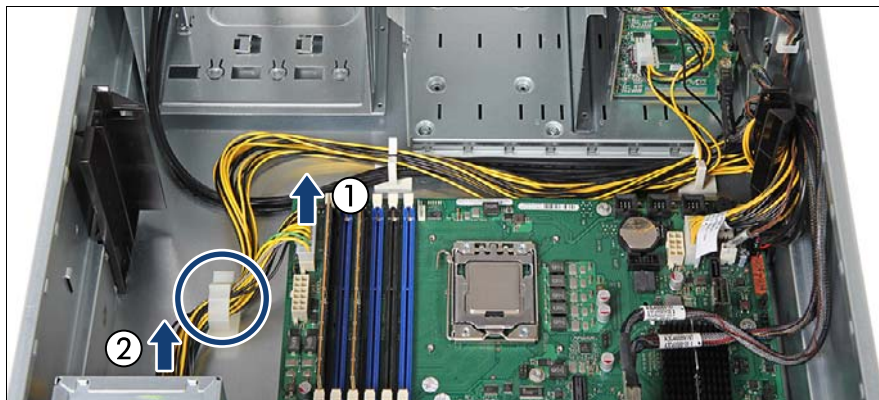
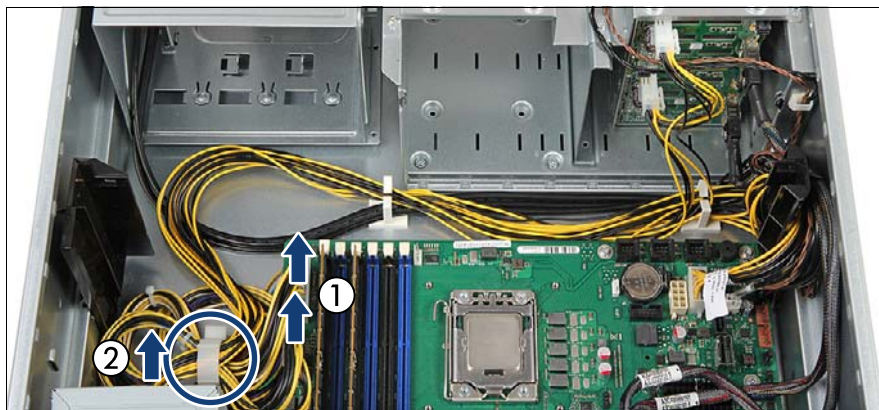

図 38: PRIMERGY TX150 S8 の電源ケーブルの取り外し
図 39: PRIMERGY TX200 S7 の電源ケーブルの取り外し
- ▶ ケーブルクランプに電源ケーブルを通します（図 38 または図 39 を参照）。